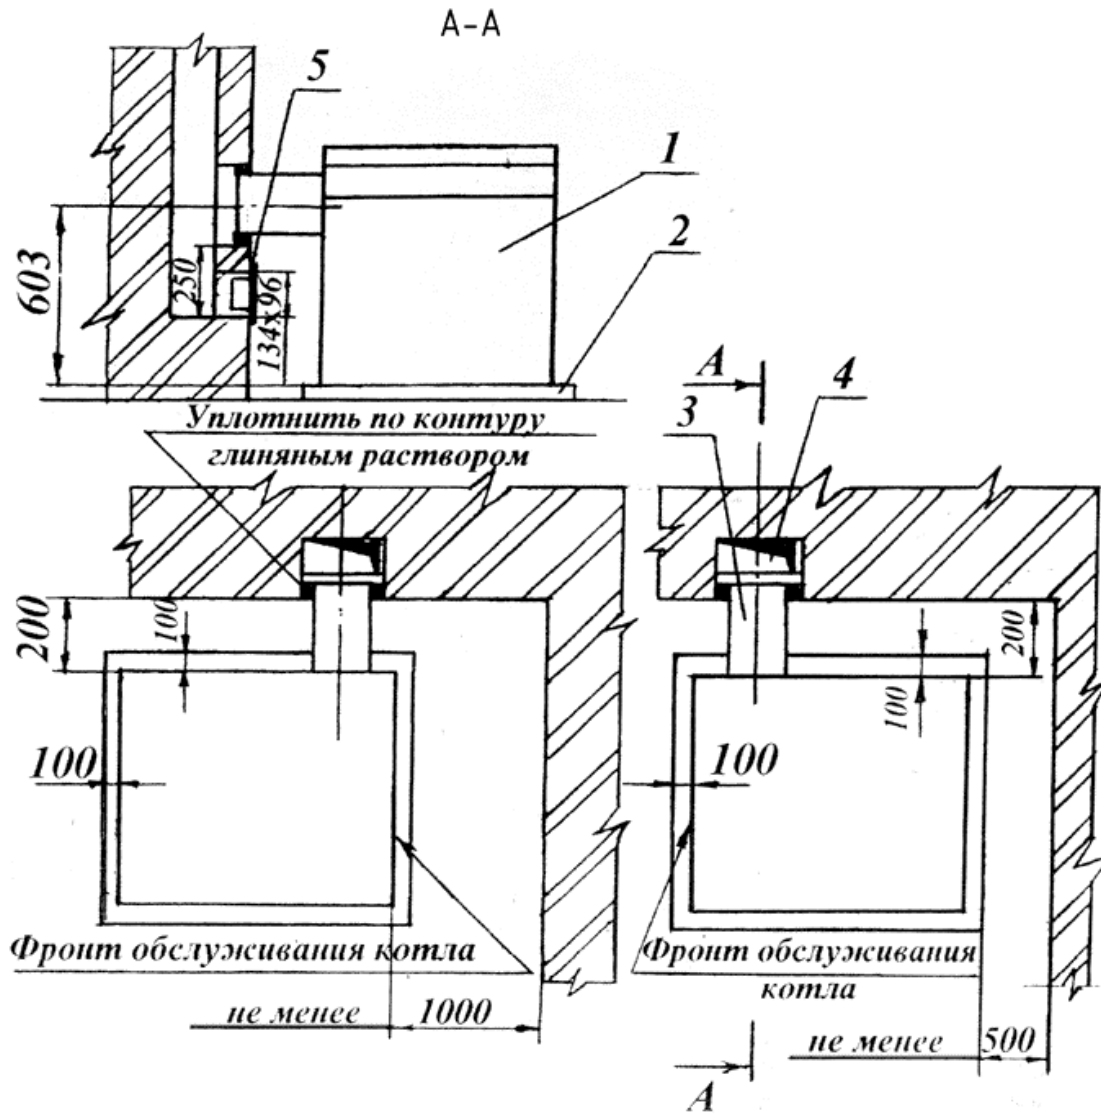

Рис. 2
- Рекомендуемые размеры установки согласно рис. 2.
- установить патрубок дымохода (справа или слева см. поз. 3 рис. 2) на пакет секций котла, совместив трубу патрубка с отверстием дымовой трубы;
7.7. Рекомендуемое соединение котла с дымовой трубой приведено на рис. 2.